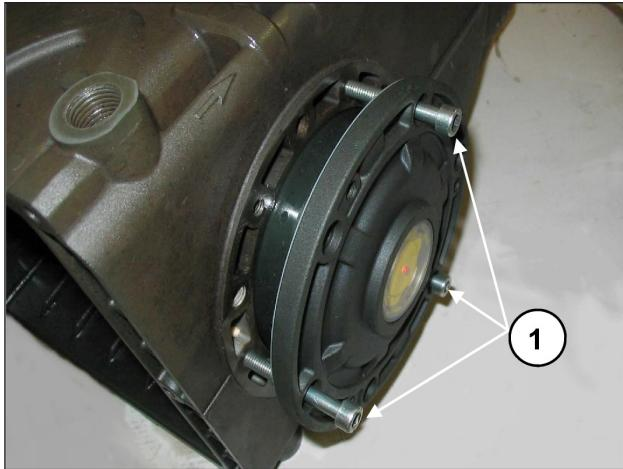
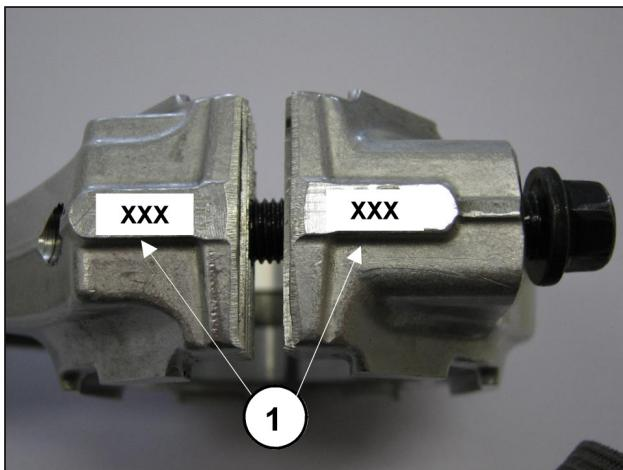

Fig. 8
Fig. 9
Per facilitare l'imbocco del primo tratto ed il relativo inserimento dei coperchi sul carter, si consiglia l'utilizzo di N° 3 viti M6 x 40 parzialmente filettate, (Fig. 8, pos. ①) per poi completare l'operazione con le viti in dotazione (M6x18).
- Accoppiare i cappelli biella ai relativi fusti facendo riferimento alla numerazione (Fig. 9, pos. ①).
Per l'avvicinamento dei due coperchi laterali al carter si possono utilizzare Nº 3 viti M6x40 per una prima fase di orientamento, come indicato in Fig. 8 e le viti previste per il fissaggio finale.
Dopo aver smontato i coperchi laterali, come indicato al par. 2.1.1, togliere la ghiera esterna dei cuscinetti dai relativi coperchi e la ghiera interna con la rimanente parte del cuscinetto, dalle due estremità dell'albero tramite un normale "cacciaspine" o attrezzo equivalente come indicato nelle Fig. 8 e Fig. 9.